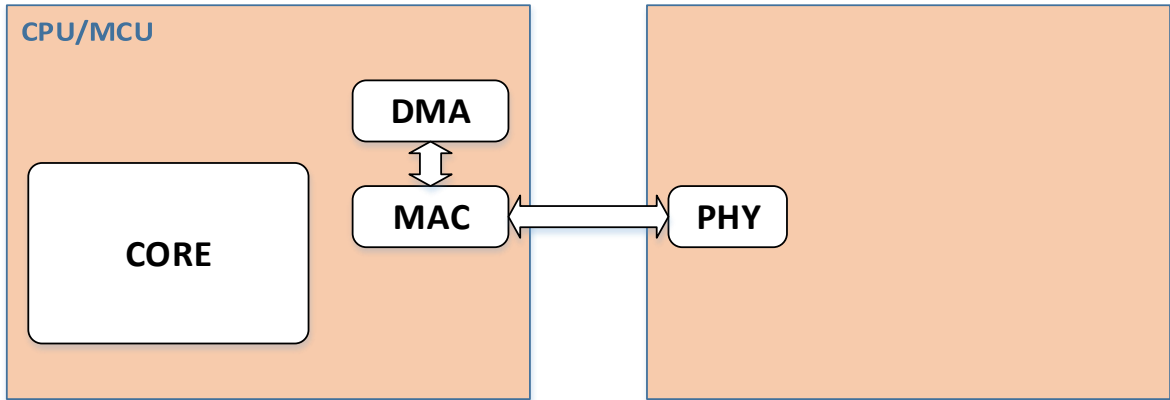

图 3. PHY 采用独立芯片
2. CPU 集成 MAC, PHY 采用独立芯片，其结构如图 3 所示：